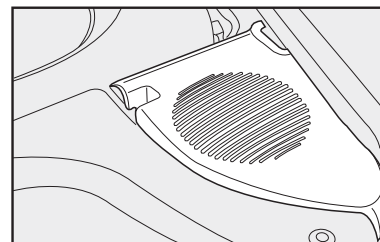

fig. 80
- alto-falantes traseiros **fig. 80**.